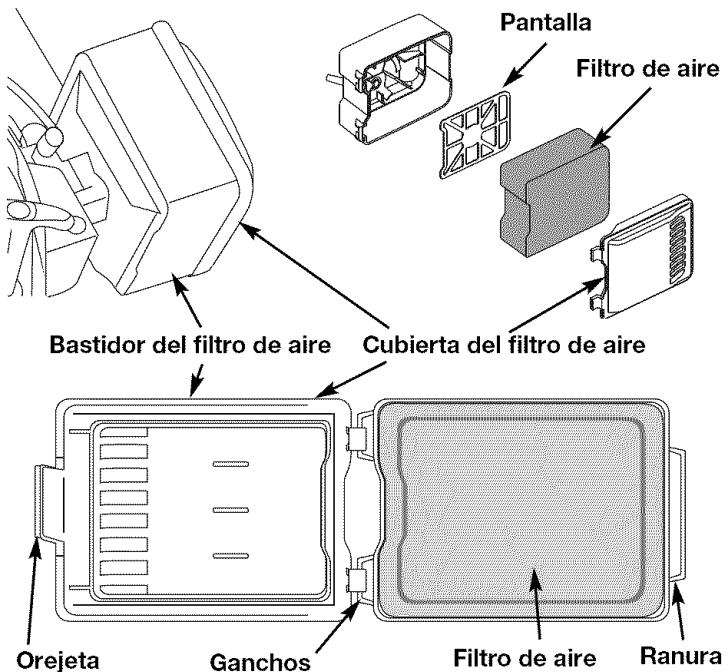

Fig. 25
1. Abra la cubierta del filtro de aire. Empuje hacia adentro la orejeta del lado derecho de la cubierta, y extraiga la cubierta del filtro de aire hacia afuera y hacia la izquierda (Fig. 25).
2. Retire el filtro de aire (Fig. 25).
6. Vuelva a colocar el filtro (Fig. 25).
7. Vuelva a instalar la cubierta del filtro de aire. Coloque los ganchos del lado derecho de la cubierta del filtro de aire en las ranuras del lado derecho de la placa posterior (Fig. 25).
8. Mueva la cubierta hacia la izquierdo derecha hasta que la orejeta del filtro de aire calce en su lugar en la ranura de la placa posterior (Fig. 25).